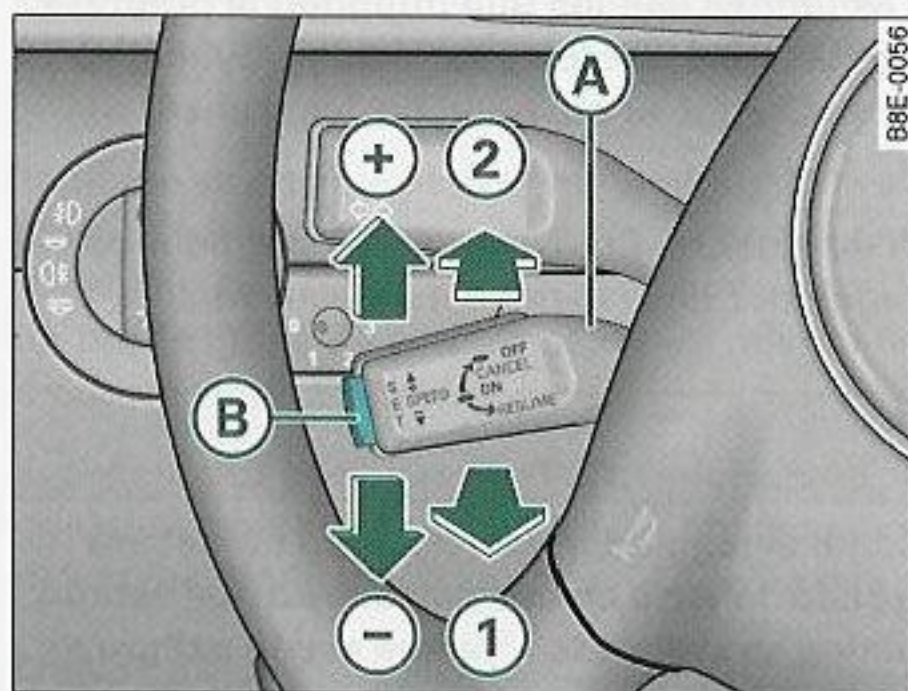

Fig. 147 Mandos del regulador de velocidad
- Tire de la palanca (A) hacia la posición ⇒ fig. 147 (1) para activar el sistema.
- Presione brevemente la tecla (B).
- Desplace la palanca (A) hacia arriba, en dirección a ⇒ fig. 147 (+).
- Desplace la palanca (A) hacia arriba, en dirección a ⇒ fig. 147 (-).
Cada vez que pulse brevemente la palanca (A) hacia arriba, en dirección a ⇒ *página 170*, fig. 147 (+), la velocidad programada aumentará en unos 2 km/h.
Cada vez que pulse brevemente la palanca (A) hacia abajo, en dirección ⇒ *página 170*, fig. 147 (-), la velocidad programada disminuirá en unos 2 km/h. ■
Si al desconectar provisionalmente el dispositivo no había ninguna velocidad programada, se podrá programar, como sigue, una nueva velocidad: Conduzca a la velocidad deseada y pulse entonces brevemente la tecla ⇒ *página 170*, fig. 147 (B) (SET).
- Desplace la palanca A ⇒ *página 170*, fig. 147 a la posición (2) (encastrada).